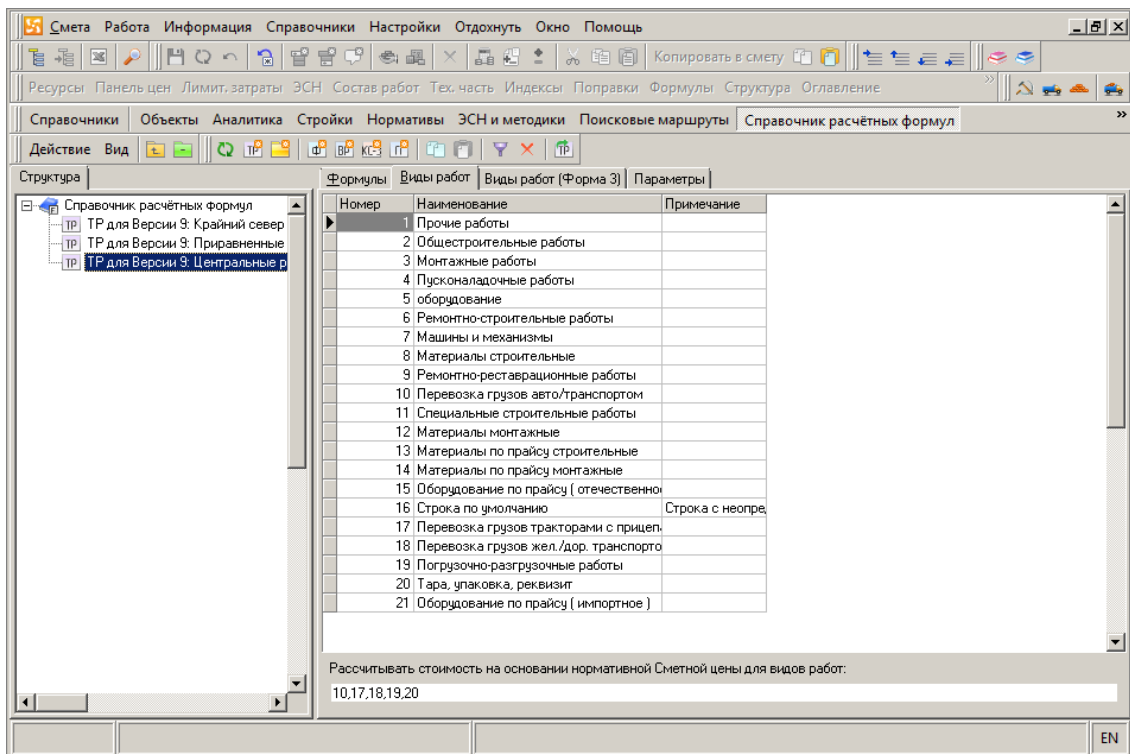

Рис. 2. Справочник расчетных формул. Виды работ.
- **Виды работ** - здесь перечислены основные виды работ, используемые в расчетах. Также вкладка содержит настраиваемый список видов работ для расчета соответствующих расценок по Сметной цене (см. рис. 2);